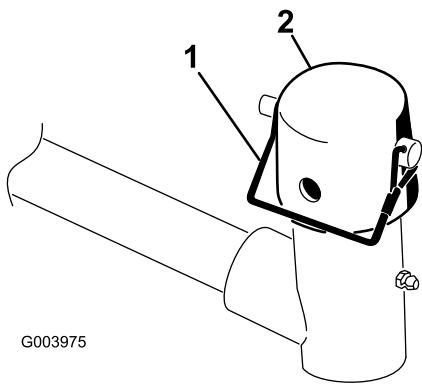

Bild 10
- 7. Nehmen Sie den Einraststift und die Kappe vom Gelenkjoch des Hubarms ab (Bild 10).
Befestigen Sie die Kappe und den Trägerrahmenschaft mit dem Einraststift am Hubarmjoch. Verwenden Sie den Schlitz, wenn Sie die Schneideeinheit lenken möchten, oder das Loch, wenn Sie die Schneideeinheit arretieren möchten (Bild 10).